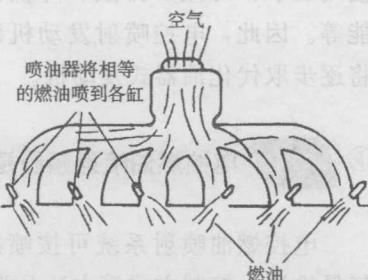

图 1-1 喷油器使各缸喷油量相同
(1) 采用多点汽油喷射为燃油供给装置，可解决进气歧管中混合气分配不均的问题。如图 1-1 所示，喷油器位于发动机各缸靠近进气门的位置，如此每一缸可以得到相等的燃油量，使吸人气缸内的混合气空燃比一致，发动机可在较稀薄的混合气下工作，则排气中可以减少环境污染且节省燃油。